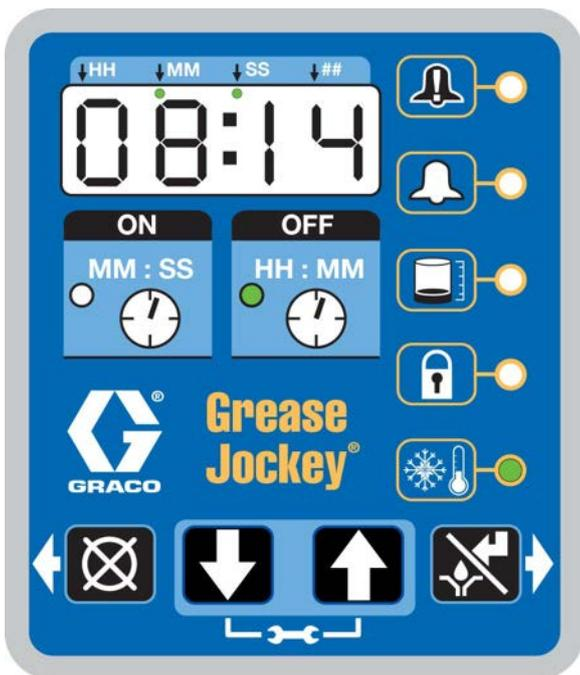

FIG. 38
- Se enciende el LED junto al reloj en el campo OFF (FIG. 38).
- Se enciende el LED de retardo en frío (FIG. 38).
- La pantalla muestra el tiempo restante hasta que la bomba se reanuda. El ejemplo indicado en la FIG. 38 muestra 8 minutos y 14 segundos restantes hasta que se reanuda la bomba.